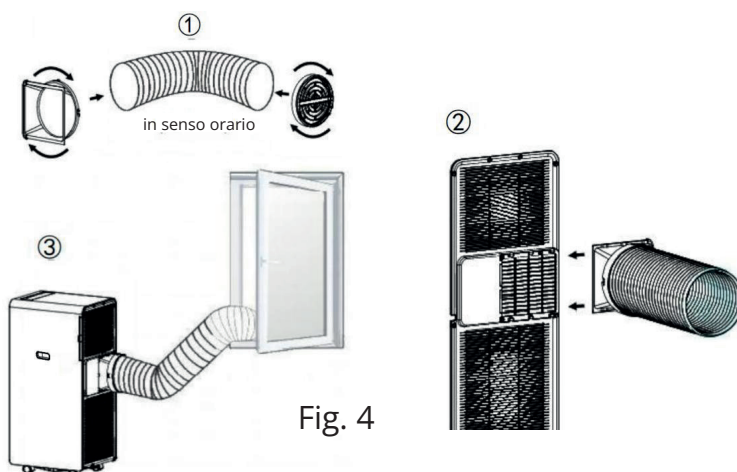

Fig. 4
3. Posizionare l'altra estremità del tubo flessibile di scarico sul davanzale della finestra vicina (vedi Fig. 4).